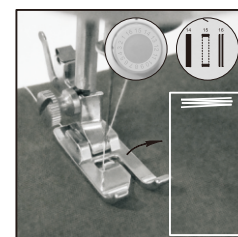

Fig.15
- (1) Sätt tyget under pressarfoten och sätt ner foten på tyget där du skall sy knapphålet, välj sedan stygn #15.
- (2) Sväng om knappen och sy 5-6 stygn med låg hastighet, sedan sväng av knappen (fig.15).